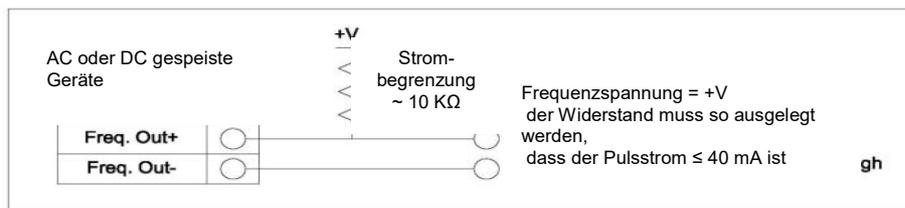

Bild 38 Galvanisch getrennter Frequenz-Ausgang (externer Hilfsenergie)
1. Mit separater Hilfsenergie (Bild 38)